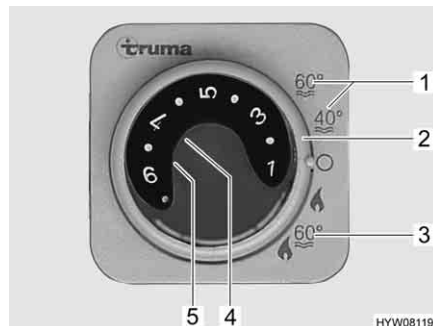

Bild 200 Kontrollenhet för värme/varmvattenberedare
Varmvattenberedaren är integrerad i värmesystemet och drivs med gas (gasdrift) resp. med gas och/eller ström (gas- och 230 V-eldrift). Varmvattenberedaren sätts igång på kontrollenheten (Bild 200) med vridströmställaren (Bild 200,2). Med energiväljaren (Bild 202) väljer man energikälla (gas- och 230 V-eldrift).
Vid vinterdrift "Uppvärmning och varmvattenberedare" (Bild 200,3) värms även vattnet i varmvattenberedaren automatiskt när värmesystemet sätts på. Om värmen stängs av för att den önskade rumstemperaturen är uppnådd fortsätter uppvärmningen i varmvattenberedaren tills vattentemperaturen uppnåtts.
Vid sommar drift (Bild 200,1) värms vattnet i varmvattenberedaren endast till 40 °C eller 60 °C . Vattnet värms upp till 60 °C på ca 25 minuter. Den gula kontroll lampan (Bild 200,5) lyser under varmvattenberedarens uppvärmningsfas. Spänningsförsörjningen till apparaten kan inte avbrytas med 12 V-huvudbrytaren. Vid störning lyser den röda kontroll lampan (Bild 200,4) på kontroll enheten (se kapitel 14).
- Ställ vridströmställaren (Bild 200,2) på kontroll enheten (Bild 200) på "sommar drift" (Bild 200,1).
Den gula kontroll lampan (Bild 200,5) lyser under uppvärmningsfasen. När den inställda vattentemperaturen är uppnådd är uppvärmningsfasen avslutad och den gula kontroll lampan slocknar.
- Ställ vridströmställaren (Bild 200,2) på kontrollenheten (Bild 200) på "O".
Kombinationen av gasdrift och 230 V-eldrift ger kortare varmvattenberedarens uppvärmningstid (endast möjligt när varmvattenberedaren ställs in på vinterdrift på kontrollenheten (Bild 200)).